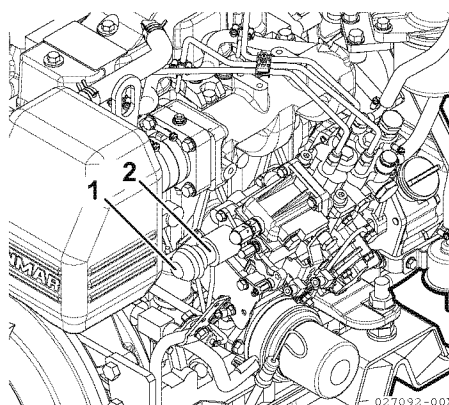

Abbildung 20
- 2- Modelle 3JH5E/3JH5AE/4JH5E: Betätigen Sie den Anlasser und drücken Sie gleichzeitig den Notaus-Schalter (**Abbildung 20, (1)**) auf der Rückseite der Kraftstoffpumpe ein. Dies unterbricht die Kraftstoffversorgung.